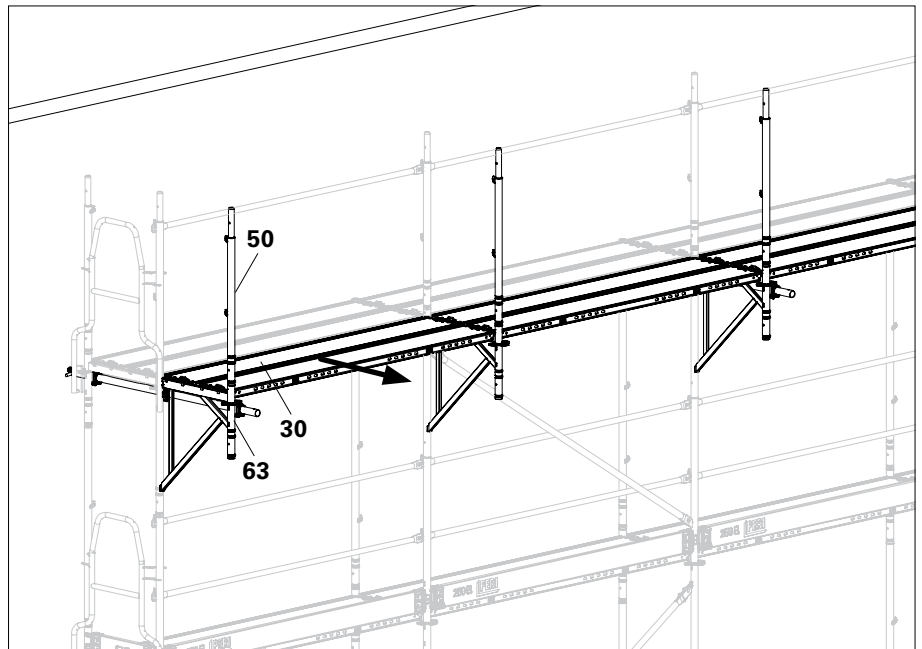

Abb. D1.12
- 1. Konsole ECM (63) mit Geländerpfosten EVP (50) montieren. Keile festschlagen. Siehe Kapitel A6 Systembauteil Konsole auf Seite 32.
- 2. Stahlbeläge EDS (30) einlegen und nach außen schieben. (Abb. D1.12)